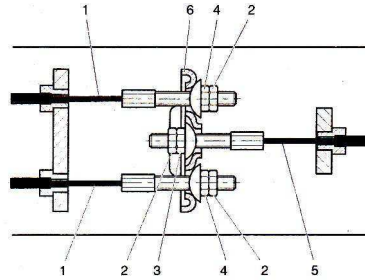
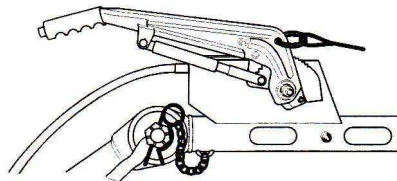

Abb. 5.7 Bremsseilanordnung
Abb. 5.8 Bremshebel in unterer Position - Bremse nicht betätigt
1. Während sich die Zugöse in ausgezogener und der Handbremshebel in der unteren Position (Abb. 5.8) befindet, die Sicherungsmuttern (Abb. 5.7, 2) lösen. Stellmutter und Bremsseilmutter (Abb. 5.7, 4) im Uhrzeigersinn drehen, bis die Bremsvorrichtung keinen Spielraum mehr aufweist.
Der Ausgleicher (Abb. 5.7, 6) muß in senkrechter Position zum Hauptbremsseil (Abb. 5.7, 5) bleiben.
2. Den Bremshebel mehrere Male betätigen und die Einstellung wiederholen. Die Muttern mit deren Sicherungsmuttern (Abb. 5.7, 2) festziehen. Den Heber und die Klötze entfernen.